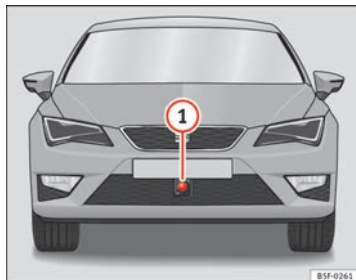

Fig. 131 En el paragolpes delantero: sensor de radar.
En el paragolpes delantero va montado un sensor de radar para captar la situación del tráfico ⇒ fig. 131 ①. Este sensor permite detectar vehículos que circulen por delante a una distancia de hasta 120 m aprox.